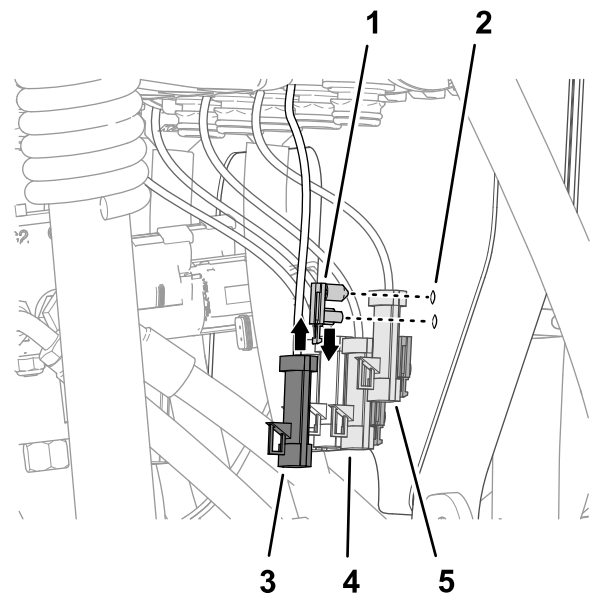

Figura 115
1. Monte os fixadores de pressão do fixador do conector nos furos na montagem da válvula (Figura 115).